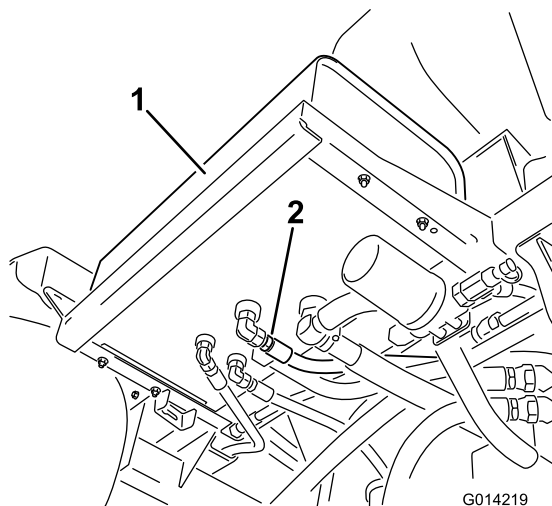

Figure 108
2. Nettoyez la surface autour d'un raccord de flexible hydraulique au bas du réservoir d'huile hydraulique (Figure 108).
4. Débranchez le raccord de flexible du réservoir et vidangez l'huile dans le bac de vidange (Figure 108).